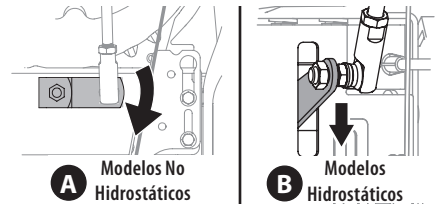

Figura 33
- Verifique que la palanca de cambios que está en la parte posterior de la transmisión esté rotada hacia abajo al máximo de su rotación. Consulte la Figura 33, Detalle "A" para modelos sin transmisión hidrostática o Detalle "B" para modelos con transmisión hidrostática.